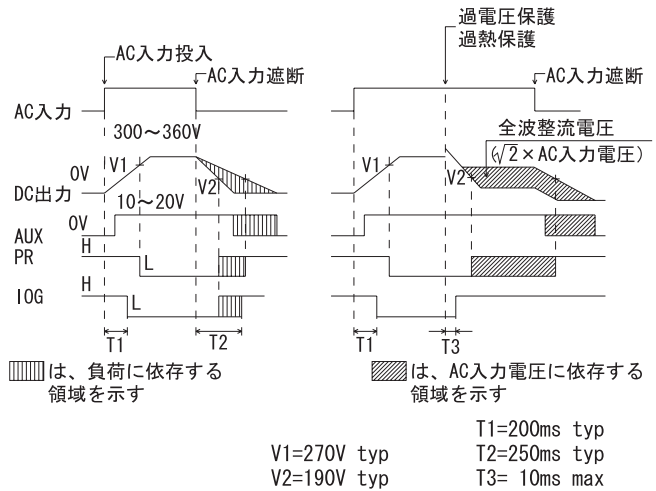

図2.1 シーケンス
- IOG、PR、AUX端子のシーケンスを図2.1に示します。（測定条件：定格入力、無負荷～定格出力電力）
- I0G信号のシーケンスは、図2.1を参照してください。